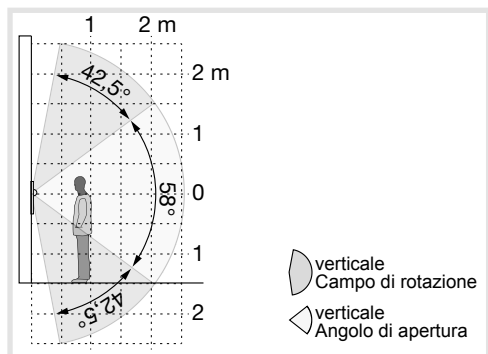

Figura 14: orientamento verticale della telecamera
Per adattare l'immagine della telecamera all'ambiente circostante, è possibile orientarla (figura 14 e 15).
- Orientare la telecamera (figura 14/15). Il campo di accesso è ben visibile sul display della stazione video interna.
- Fissare nuovamente la telecamera con la vite (4).